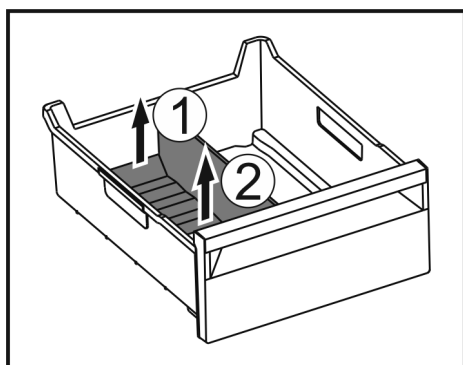

Fig. 183
- Приподнимите заднюю часть разделителя отделения для льда. Fig. 183 (1)
- Извлеките разделитель отделения для льда движением вверх. Fig. 183 (2)